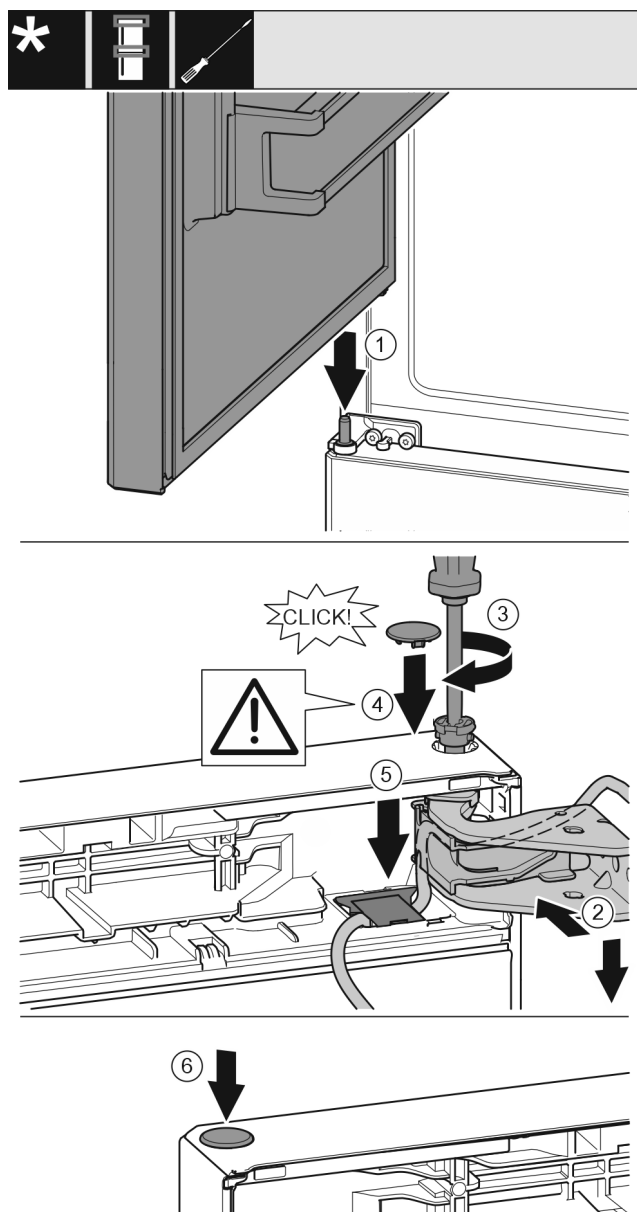

Fig. 42
- 将冰箱上方门放置在中间轴承螺栓上 Fig. 42 (1)
- 将门的上方对准托架中的开口。 Fig. 42 (2)